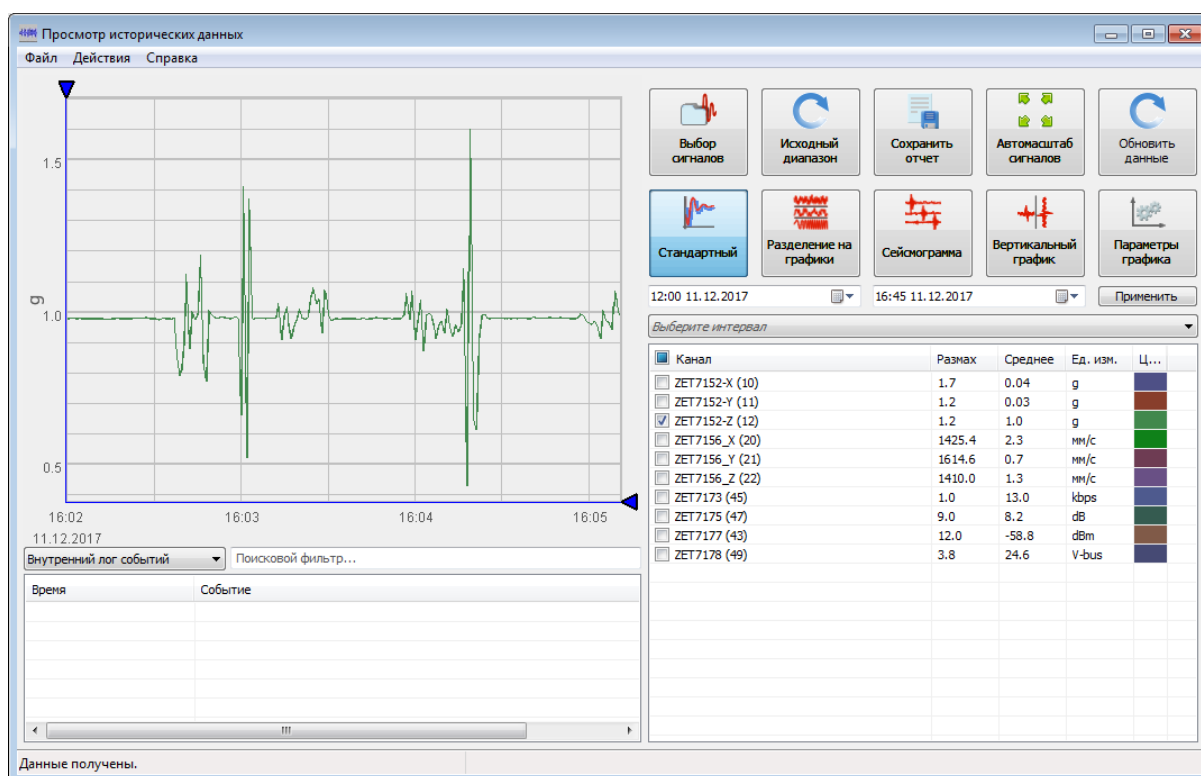

Рис. 5.4 Программа «Просмотр трендов»
7. В случае нажатия кнопки «ОК» откроется окно программы «Просмотр трендов» (Рис. 5.4), предназначенной для анализа записанных сигналов.